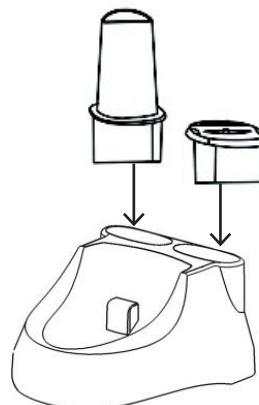

Figure 12
- Les accessoires peuvent être rangés dans les compartiments prévus à cet effet (Fig. 12).